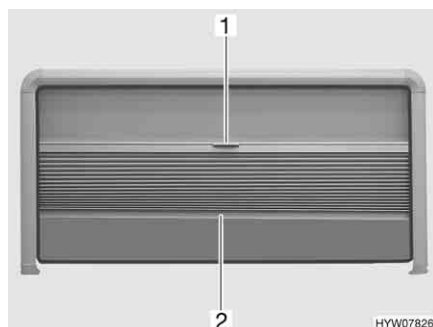

Fig. 30 Finestra apribile
- Afferrare la tendina oscurante pieghevole al centro dell'asta di chiusura (Fig. 30,2) e tirare delicatamente verso il basso.
- Tenere la parte centrale dell'asta di chiusura (Fig. 30,2) della tendina oscurante pieghevole e spingere quest'ultima verso l'alto con cautela.
- Tirare la zanzariera a rullo verso il basso utilizzando la maniglia (Fig. 30,1).
- Spingere la zanzariera a rullo completamente verso l'alto utilizzando la maniglia (Fig. 30,1).